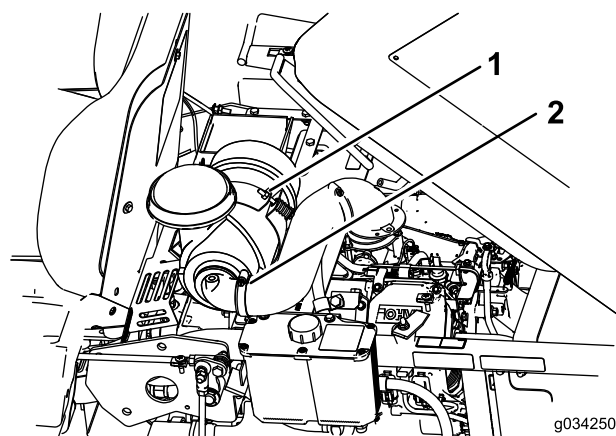

Figura 30
2. Allentate il bullone che fissa il filtro dell'aria (Figura 30).
3. Allentate la fascetta stringitubo che fissa il flessibile e rimuovete il filtro dell'aria (Figura 30).